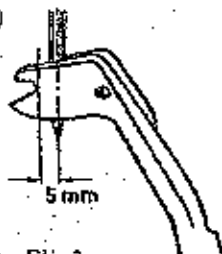

Fig. 2
14. Draw the thread into the machine and start operating on a piece of rug material. Threading diagram (Figure 2) is available.
Der Hakengreifer soll dicht hinter dem Fadengreifer vorbeistrichen, ohne diesen zu verdrängen, desgleichen dicht hinter der Nadel. In seiner linken Endstellung muß der Abstand von Nadelmitte bis zum Grund des gabelförmigen Einschnittes $5 \text{ mm} \approx 13/64''$ betragen (Fig. 2). Diese Einstellung kann durch Verdrehen der Schubstange erreicht werden.
The spreader should closely pass behind the looper and behind the needle so that its point just brushes, without deflecting them. Set the distance of $5 \text{ mm} \approx 13/64''$ between spreader and needle (Fig. 2). If adjustment is necessary, turn the connecting rod, as required to obtain the desired dimension.